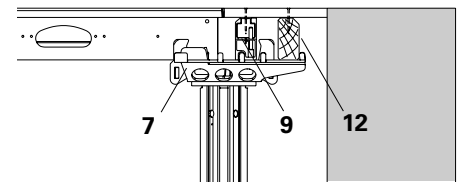

Fig. A5.04
- à la plaque Combi SCK (7) dans la direction longitudinale. (Fig. A5.04)
- sur la plaque Combi SCK. (Fig. A5.04)